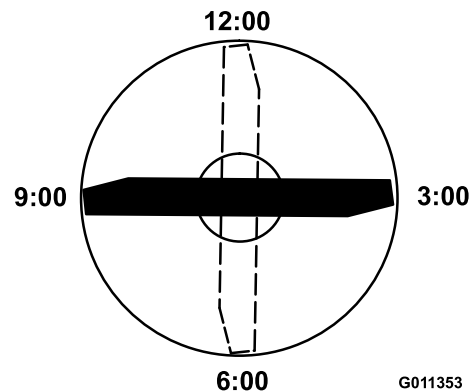

Figura 69
3. Orientate il tagliente dell'estremità marcata della lama sulla posizione a ore 12 (esattamente in avanti, nel senso di falciatura) e misurate l'altezza tra il banco e il tagliente della lama (Figura 69).
4. Ruotate l'estremità marcata della lama sulle ore 3 e sulle ore 9 e misurate le rispettive altezze (Figura 69).